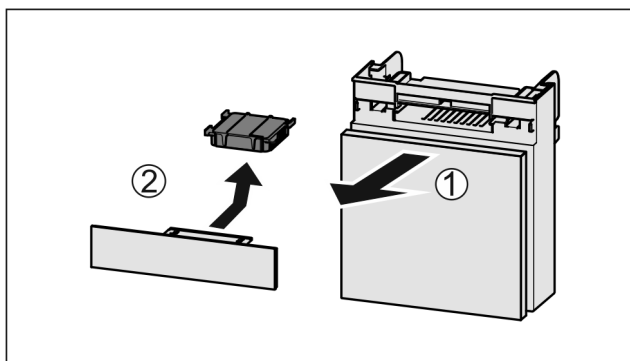

Fig. 134
- ▶ Потягніть Fig. 134 (1) відділення вперед.
- ▶ Витягнути Fig. 134 (2) фільтр з активованого вугілля.